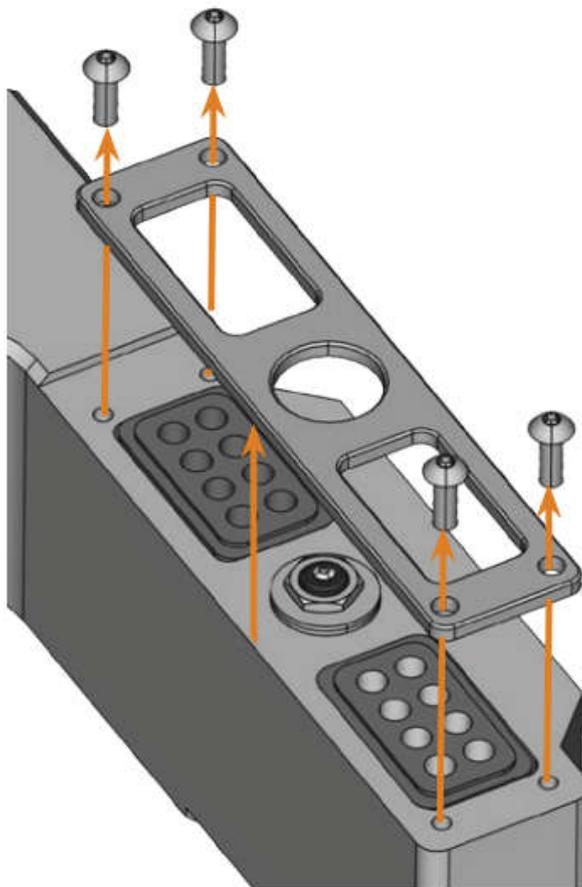

图 35 松掉螺丝和移除上盖
- ①准备好 2 个橡胶刀库作为备件。
- ②打开机器舱门
- ③将所有车针从橡胶刀库中拔出。
- ④松掉在橡胶刀库上方的四个螺丝和上方的端盖，如图 35